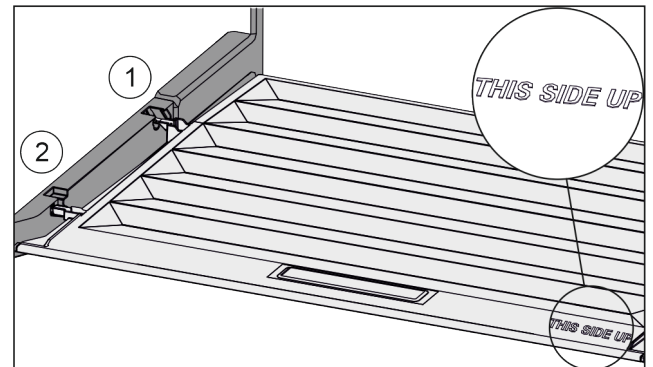

Fig. 35
- Inserire le nervature del coperchio attraverso l'apertura del supporto posteriore Fig. 35 (1) e innestare anteriormente nel supporto Fig. 35 (2).